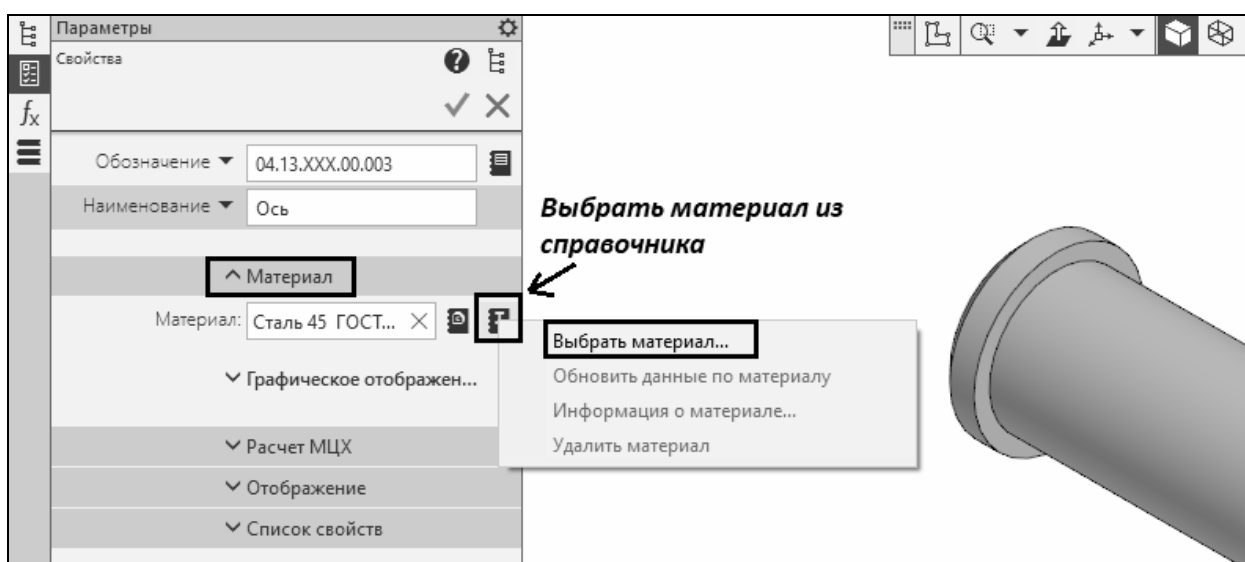

Рис. 4.1. Вызов команды «**Выбрать материал**»
2. Войдите в режим определения свойств детали: главное меню **Управление** → **Свойства модели** → В группе **Материал** нажмите кнопку «**Выбрать материал из справочника**», в появившемся меню выполните команду «**Выбрать материал...**» (рис. 4.1).